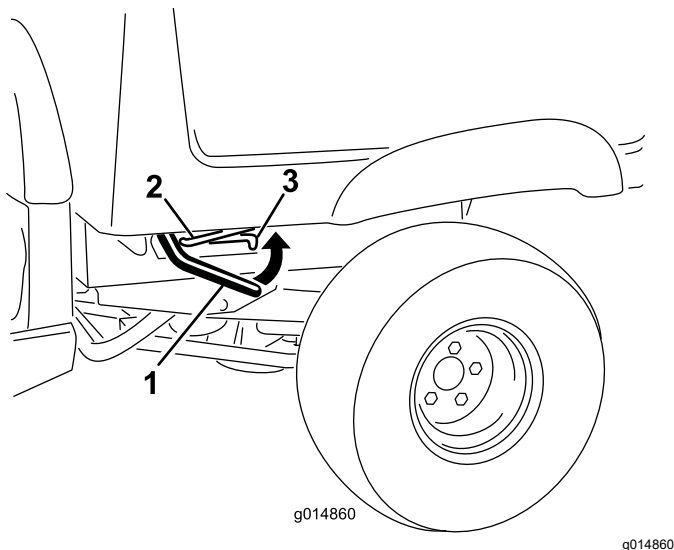

Рисунок 1
4. Поднимите рычаг с любой стороны грузовой платформы и поднимите платформу вверх (Рисунок 1).